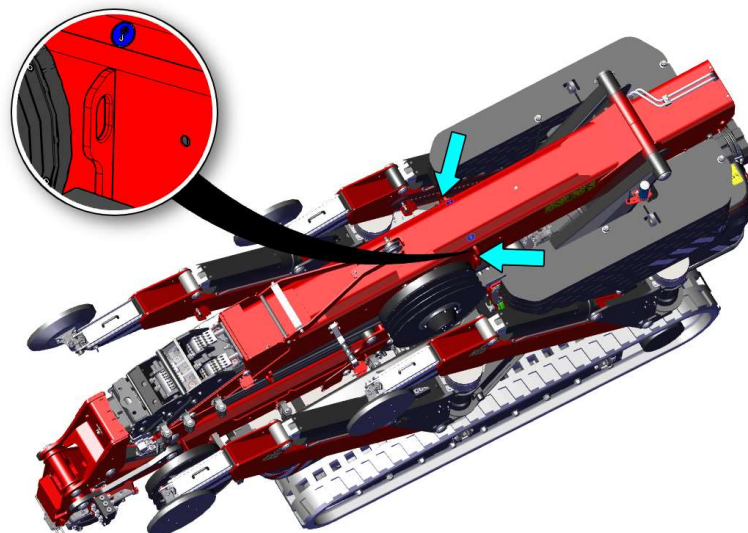

Abbildung 64
- Heben Sie den Kompaktkran mit Hebegurten oder Zweistrangkettens von mindestens 9500 kg Tragfähigkeit an. Montieren Sie diese an den zwei Hebepunkten links und rechts neben dem Ausleger (siehe Abbildung 64).